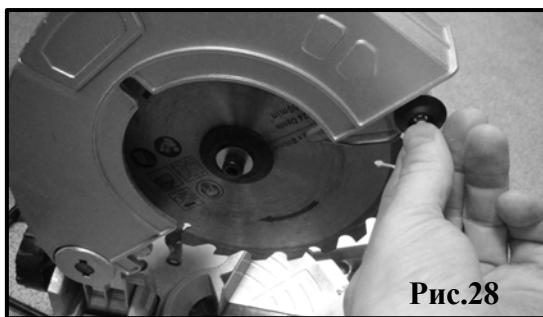

Рис.28
5.8. Установка нового пильного диска (рис.28)